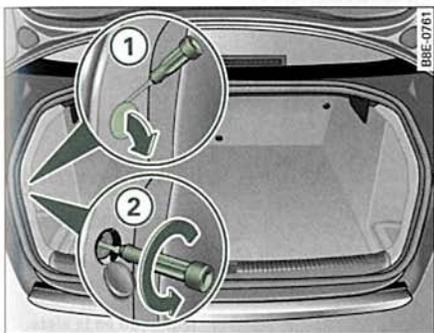
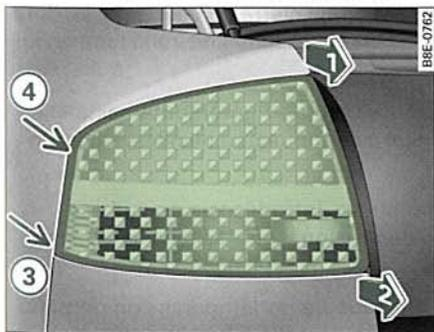

Fig. 257 Maletero:
Fig. 258 Desmontar la
- Retire la cubierta haciendo palanca con un destornillador en el rebaje ⇒ fig. 257 ①.
- Desenroscar el tornillo que hay detrás con un destornillador (flecha) ②.
- Tire de la unidad de luz trasera a uno y otro lado (en la dirección de las flechas) ⇒ fig. 258 posiciones ① y ② hasta que salga de su alojamiento (posiciones ③ y ④).